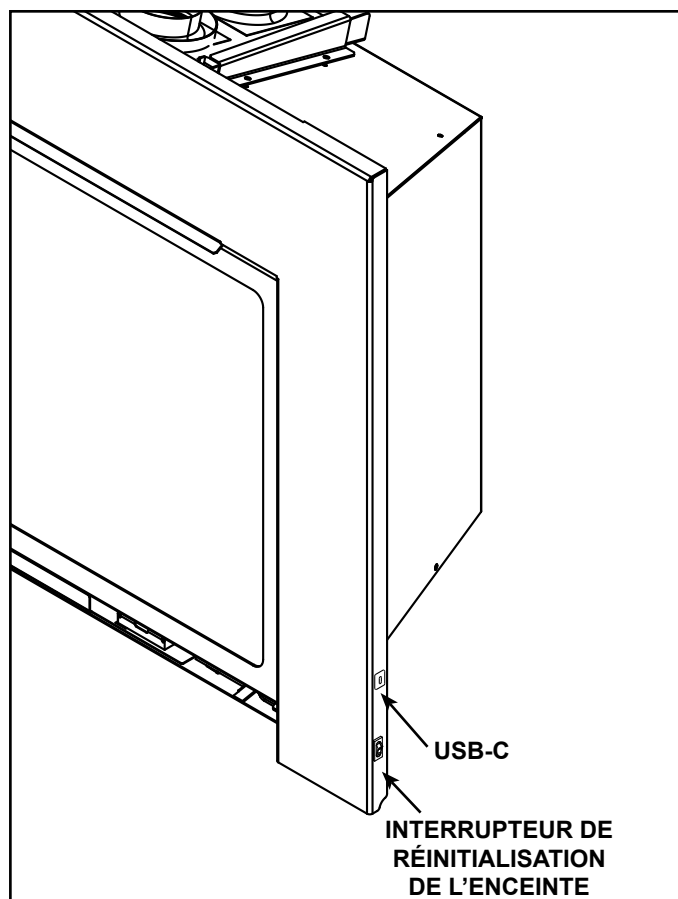

Figure 3.8 Interrupteur de réinitialisation de l'enceinte et port USB-C pour batterie de secours
- Placez l'interrupteur de réinitialisation de l'appareil en position « OFF » (arrêt). Voir Figure 3.8 pour l'emplacement de l'interrupteur de réinitialisation **OU** réglez le sélecteur à 3 positions de l'IFT2-ECM en position OFF.
- Attendez cinq (5) minutes pour permettre aux éventuels gaz accumulés de se dissiper.